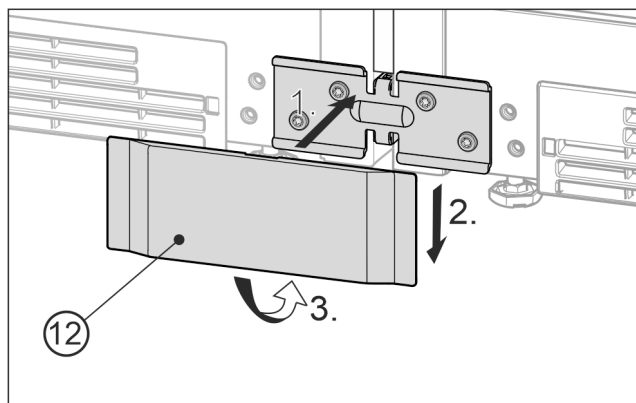

Fig. 25 Eksempelfremstilling
- ▶ Sett det nedre dekselet *Fig. 25 (12)* på vinkelen fra frem-siden *Fig. 25 (1)*, skyv den nedover *Fig. 25 (2)* og la det klikke på plass nede *Fig. 25 (3)*.